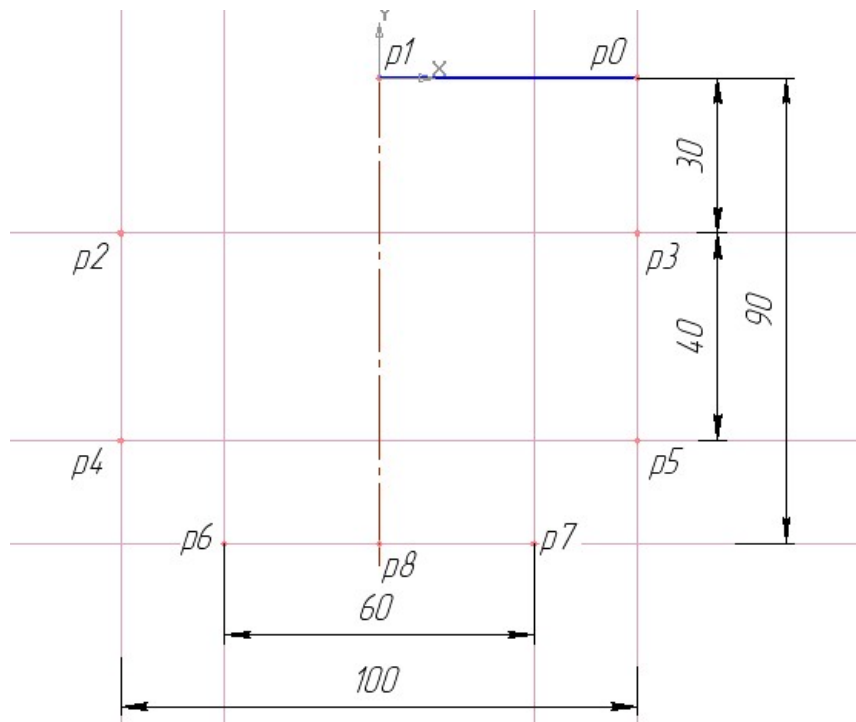

Рис. 3.2
1.1 Відкрийте новий документ «Фрагмент». Розмістіть точки $p1...p8$. Накресліть за допомогою геометричних побудов горизонтальний відрізок $p1-p8$ довжиною, наприклад, 50мм (рис. 3.2), точку $p1$ зафіксуйте на початку координат.
Через точку $p1$ проведіть вертикальну осьову лінію (від точки $p1$ вниз приблизно на 95 мм, потім натисніть по осьовій, тобто потрібно виділити її і за верхній кінець продовжити вгору на 5...7 мм). Вертикальну лінію слід проводити при натиснутій клавіші Shift (рис. 3.2) [2].
Інші точки побудувати за прикладом (рис. 3.2), використовуючи допоміжні прямі, функцію паралельності та задаючи відстань між прямими. Необхідні відстані від осьової лінії (по горизонталі) та відстані між точками $p1...p3$, $p1...p5$, $p1...p7$ (по вертикалі) показано на рис. 3.2. Для точнішої розстановки точок виберіть *Поточний стан курсора* (тобто крок курсора) 0,10 або підставте значення 0,01 (рис. 3.3 – показано стрілкою) [1].
Інші точки будуються за прикладом (див. рис. 3.2.)